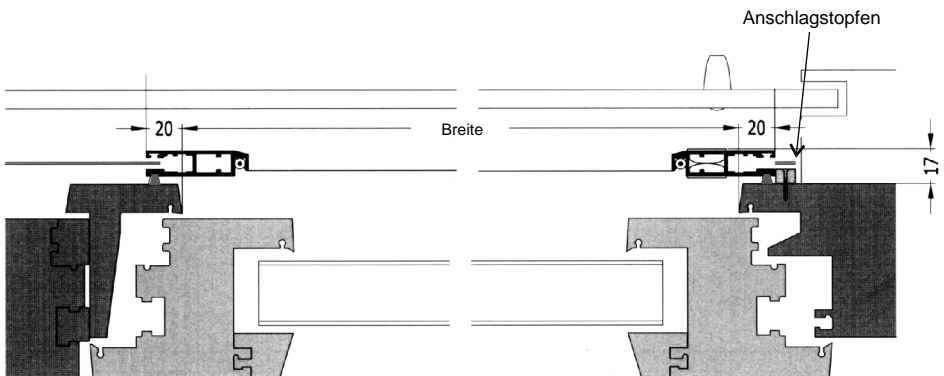

Bild 2
2. Schieberahmen in obere Laufschiene einführen und in untere Laufschiene aufsetzen, jeweils in den oberen Ecken des Schieberahmens befinden sich auf jeder Seite eine Aushängesicherung, die wird nach oben an die Laufschiene geschoben und mit einer 0,4 Innensechskantschraube arretiert. Für den seitlichen Anschlag können die Endanschlagstopfen (Bild 2) verschraubt werden.